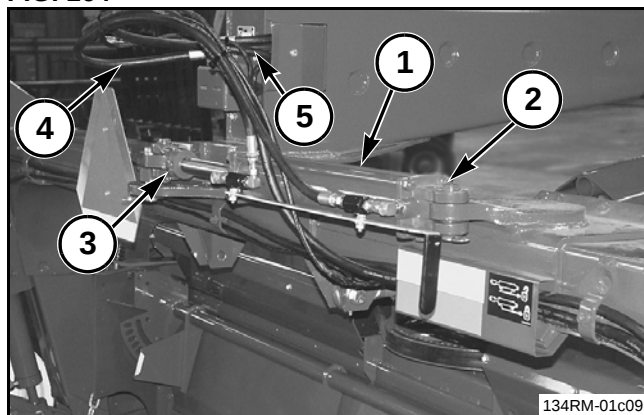

FIG. 165
FIG. 165: Instale el cilindro hidráulico de giro (1) en la parte trasera de la unidad de base. Las conexiones hidráulicas deben orientarse hacia la parte trasera. Conecte el extremo de la base (2) del cilindro al bastidor principal con el pasador de horquilla y la horquilla que se proporcionan con el cilindro. Conecte el extremo de la varilla (3) del cilindro a la lengüeta. Descarte la horquilla de este pasador de horquilla e instale un pasador de chaveta de la bolsa de componentes.